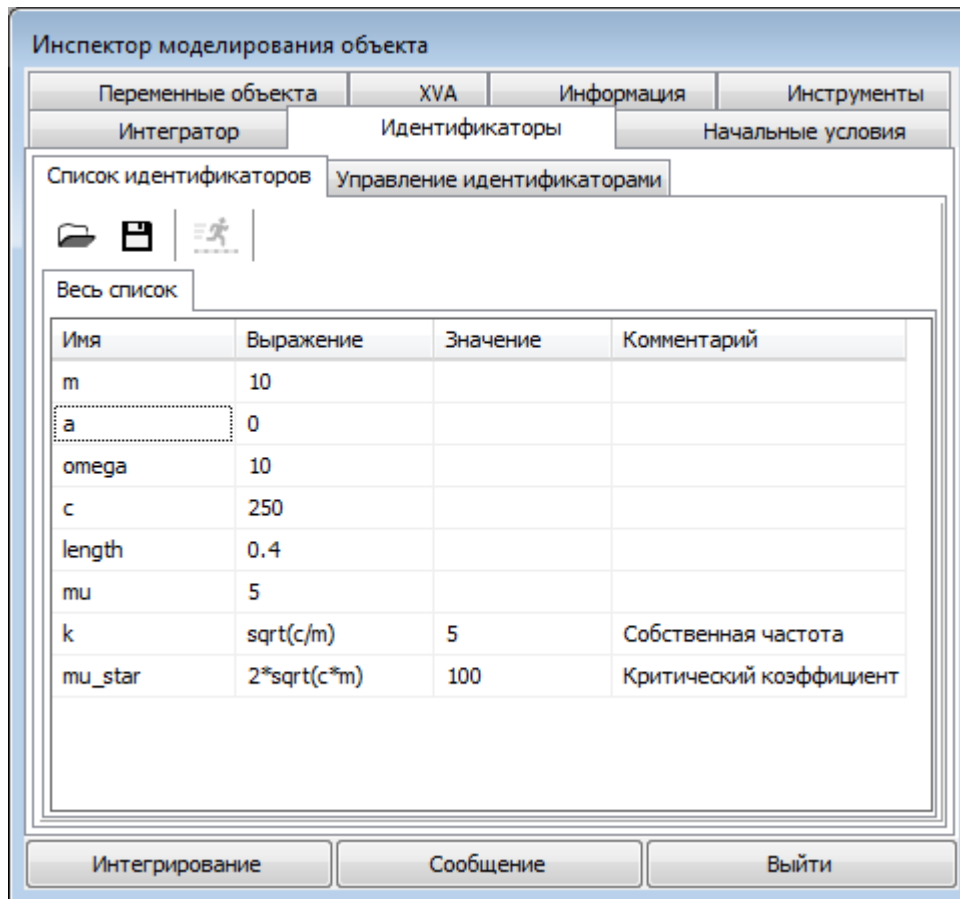

Рис. 2.18. Параметры модели
7. Перейдите в **Инспектор моделирования объекта** и выберите вкладку **Идентификаторы**, см. рис. 2.18.